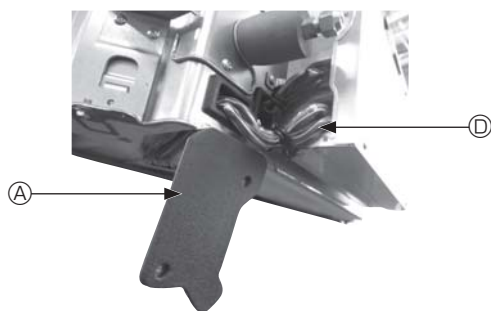

Fig. 4-4
- ① Die beiden Befestigungsschrauben der Kabelabdeckung am Hauptgerät entfernen und die Abdeckung abnehmen.
- ② Das Kabel des i-See-Sensors und Signalempfängers durch die Kabeleinführungen am Elektrokasten (siehe Abbildung) und um die Buchsen an der Seite des Hauptgerätes verlegen. (Fig. 4-4)